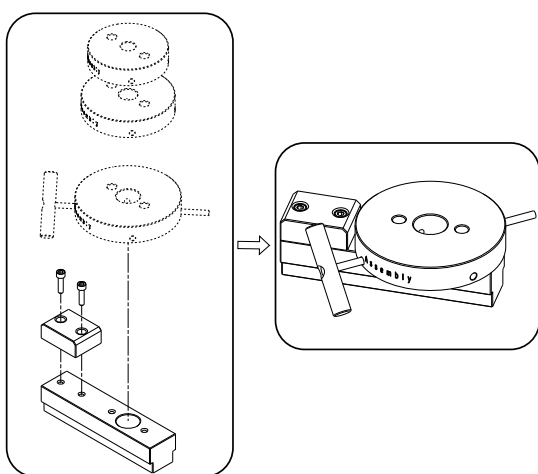

Рис. 17 Приспособление Н1
- Соберите приспособление Н1. См. рис. 17.